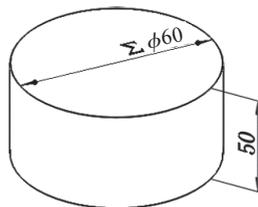

图5-5 将圆柱高度尺寸更改为50mm
- (8) 双击“30”，将圆柱高度尺寸更改为50mm，如图5-5所示，然后单击“确定”按钮。